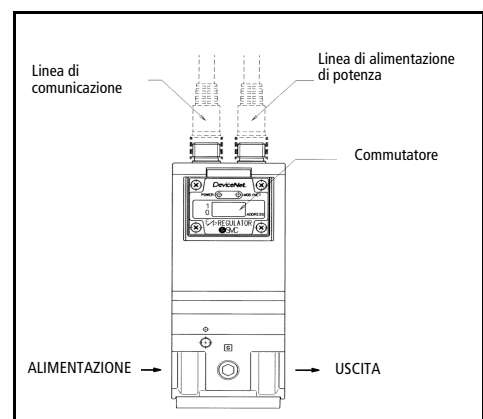

Fig 6
- Per impostare un indirizzo, svitare le viti del pannello frontale, sollevarlo e procedere all'impostazione. (Fig 6). Il pannello può ruotare di 90 gradi al massimo.